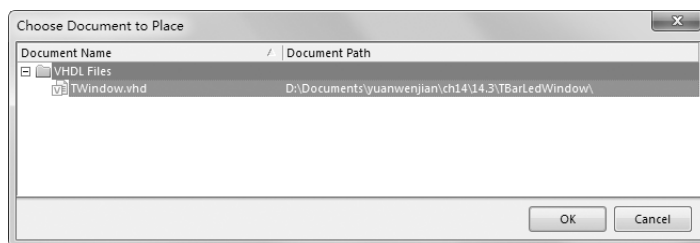

图 14-4 选择 VHDL 设计文件对话框
(1) 创建一个新的电路原理图文件, 并保存更名为 “TBarLedWindow. schDOC”。
(2) 打开新建的顶层原理图文件, 选择菜单栏中的 “设计” → “HDL 文件或图纸生成图纸符号” 命令, 弹出选择 VHDL 设计文件对话框, 如图 14-4 所示。